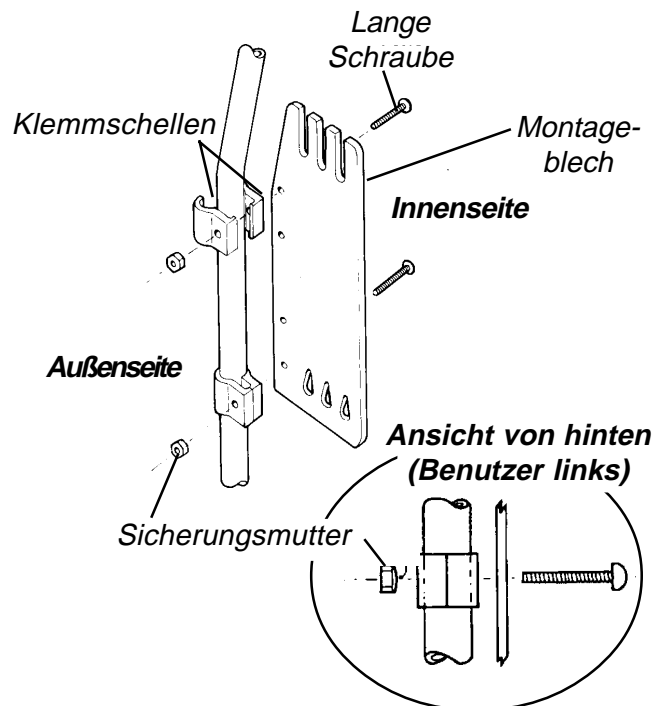

ABBILDUNG 2 - MONTAGE AN ROLLSTÜHLEN MIT RÜCKENROHREN VON 1 ZOLL (25 MM) DURCHMESSER
## MONTAGE an Rollstühlen mit Rückenrohren von 1 Zoll (25 mm) Durchmesser (Abbildung 2)
1. Führen Sie zwei lange Schrauben (von innen her) durch die kleinen Löcher des Montageblechs und dann durch die Klemmschellen ein. Siehe ABBILDUNG 2.
2. Plazieren Sie einen (1) Einsatz auf dem Rückenrohr, so daß die Einsatzöffnung dem Rückenteil des Rollstuhls gegenüberliegt.